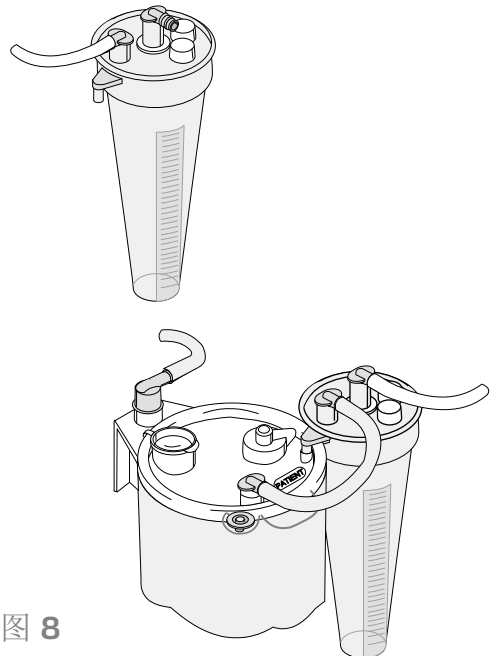

图 8
SERRES 测量杯, 图 8 ⑧
当需要精确测量所引流液体的体积时, 可以使用测量杯。本v用于测定从人体清除的液体和分泌物的量。量杯上的刻度显示被抽吸物质的体积(单位: 毫升)。在 50ml 以下, 测量杯的精度为 $\pm 5\text{ml}$; 此后的精度为 $\pm 10\text{ml}$ 。将测量杯竖直挂在引流袋的盖子上, 然后按照图 8 连接串联连接管。